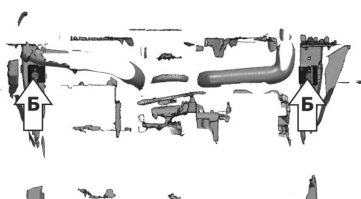

Рис.2
3. Кронштейны 1 и 2 завести пазами на установленные болты М8х35 с шайбами 8 (Б) (рис.2), затянуть крепёж с необходимым усилием.